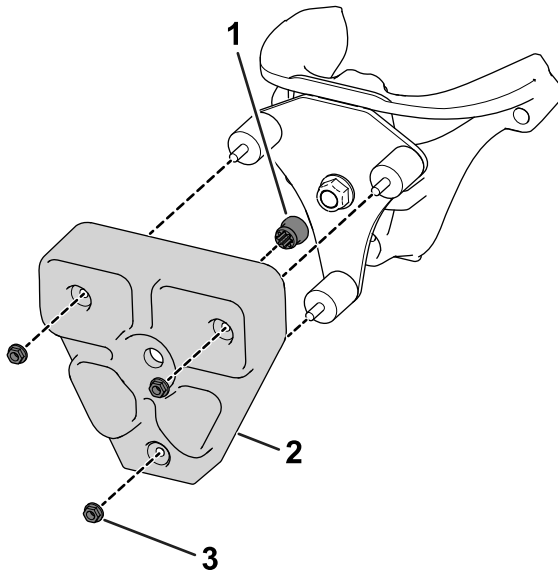

Figura 6
10. Insira um olhal no peso TMD (Figura 6).
11. Utilize três montagens do amortecedor de borracha e três porcas (5/16") para prender o peso TMD na placa de montagem (Figura 6).